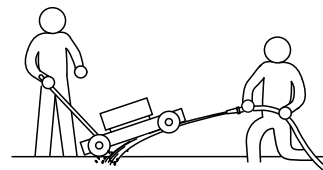

Figura 16
5. Tenendo la stegola, tirate su la macchina in modo tale che il fondo del piatto di taglio sia accessibile (Figura 16).
6. Spruzzate un getto d'acqua sotto il piatto di taglio (Figura 16).